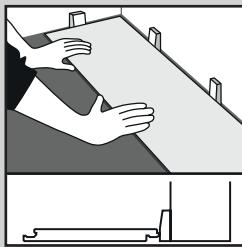

Fig. 1
- Begin met een hele plank/tegel langs de muur en bereken hoeveel breedtes er voor de hele kamer nodig zijn. Als dit betekent dat er een rij smalle planken/tegels tegen de tegenoverliggende muur komt, snijdt u de eerste rij bij. Leg dit product met de messing-/gesneden kant naar de muur. Breng afstandhouders van 5 mm tussen de plank/tegel en de muur aan (Fig. 1).